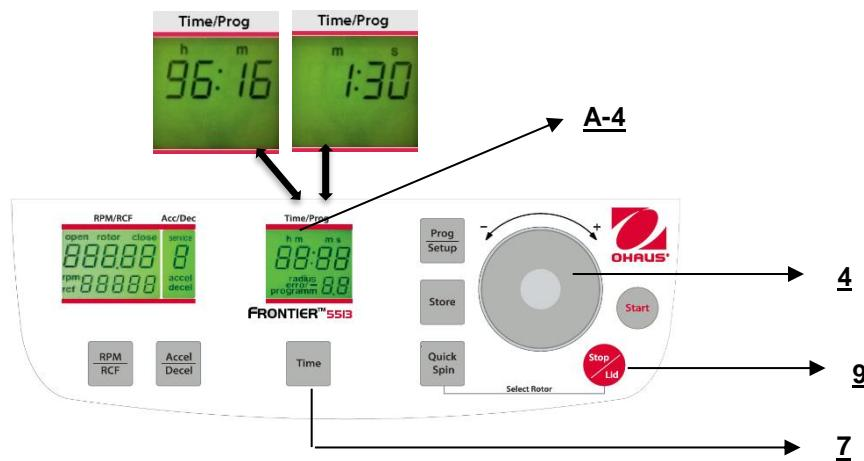

Figure. 17
3. Le fonctionnement en continu "cont" peut être interrompu avec la touche "Stop/Lid" (9) (voir la figure 17). La durée de fonctionnement peut être présélectionnée avec le couvercle ouvert ou fermé.
L'affichage présente toujours la durée de fonctionnement restante. (Voir la figure 17)